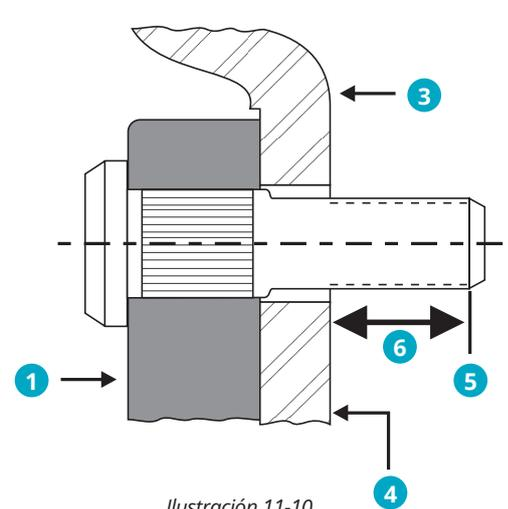

Ilustración 11-10
- Es decir, el tambor para los tambores de montaje exterior de los ejes con sistema de frenos de tambor hasta la primera rosca completa en el extremo exterior del espárrago Ver Ilustración 11-10.